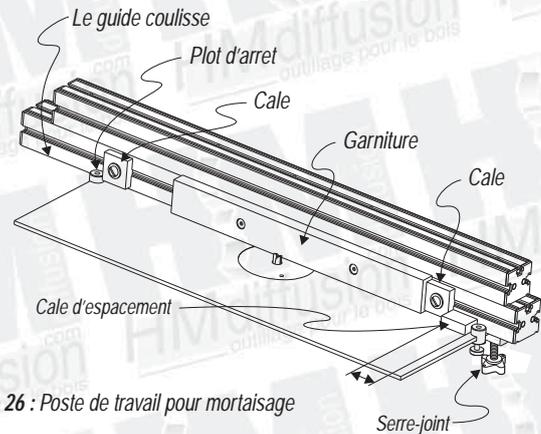

Figure 26 : Poste de travail pour mortaisage
Montez la garniture en bois sur le guide parallèle Veritas et préparez votre poste de travail en positionnant les plots de glissement de part et d'autre de la table de manière à ce que la fraise arase la garniture en bois (figure 26).
- Insérer la cale déjà confectionnée entre la butée d'arrêt et le plot de glissement. Déplacer et fixer la deuxième butée contre les plots de glissement (voir figure 26). Le deuxième repère est prêt, il représente la fin de la mortaise